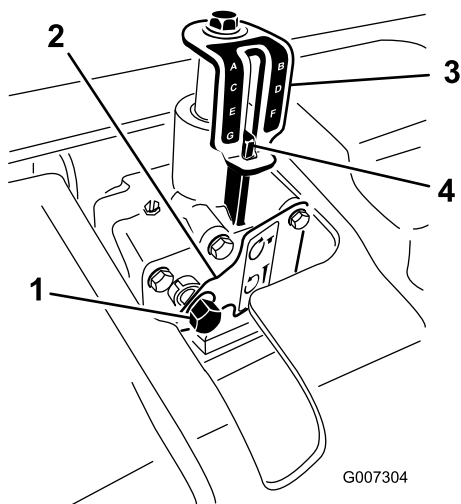

Figura 23
- Introduzca una llave de vaso de 9/16" con una llave de carraca en el eje de entrada del ajustador de profundidad (Figura 23).
- Gire el ajustador de profundidad en sentido horario para reducir la profundidad de aireación, o en sentido antihorario para aumentar la profundidad de aireación. (Figura 23).
- Gire el eje de entrada del ajustador de profundidad hasta obtener la profundidad deseada, indicada en la pegatina del indicador de profundidad (Figura 23).